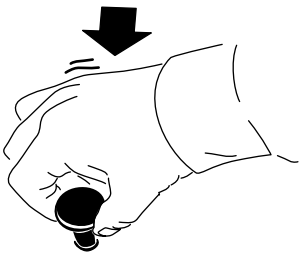

Figura 13
- Presione el interruptor (Figura 13) para desengranar la TDF o desactivar el apero